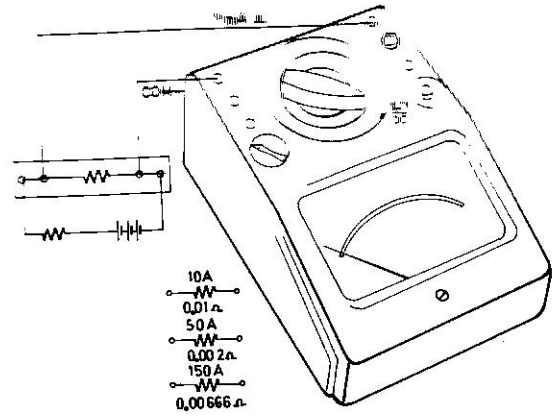

FIG. 13
- Effectuer le branchement conformément à la figure 13, en respectant la polarité indiquée.